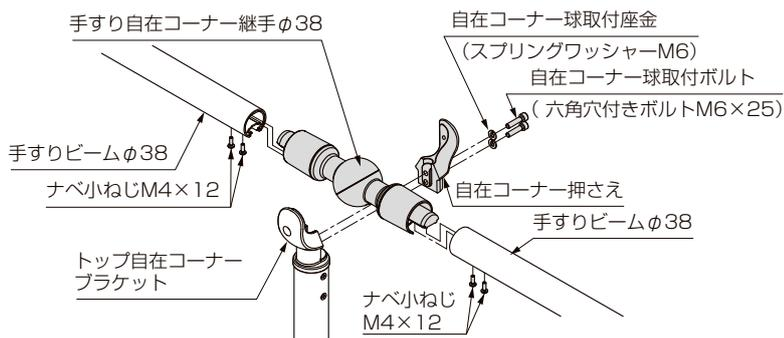

図6-14
- ①図6-14のようにして、自在コーナー押さえで手すり自在コーナー継手φ38を取付けてください。
- ②自在コーナー継手に手すりビームφ38をねじ止めしてください。
(3) フロント自在コーナー出隅の取付け